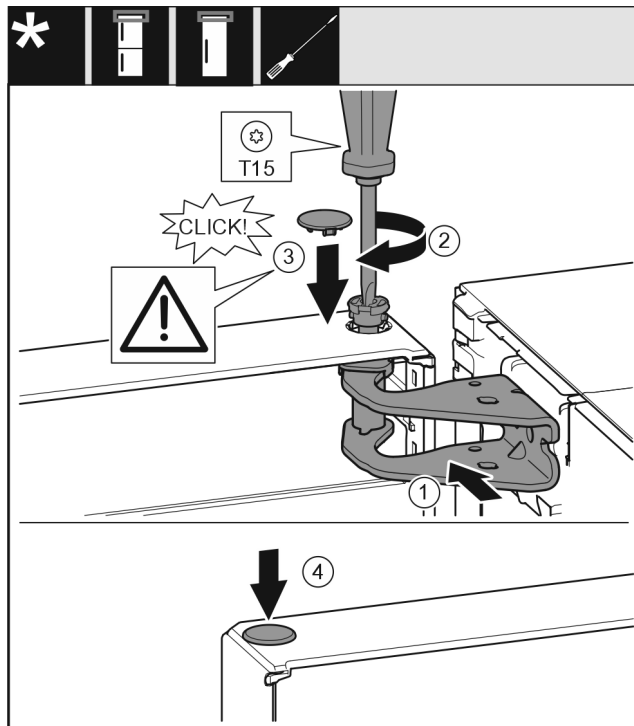

Fig. 20
- Niveloni derën lart për hapjen e saj në bazamentin mbështetës Fig. 20 (1).
- Futni bulonin Fig. 20 (2) dhe mbërthejeni me një kaçavidë.
- Vendosni kapakun mbulues Fig. 20 (3).
- Kontrolloni nëse kapaku mbulues Fig. 20 (3) qëndron mbi derë.
- Vendosni kapakun mbulues Fig. 20 (4).